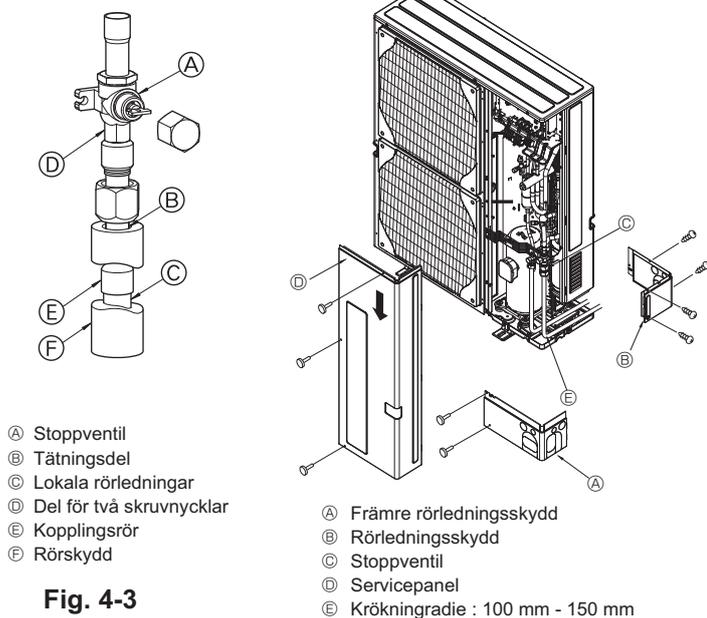
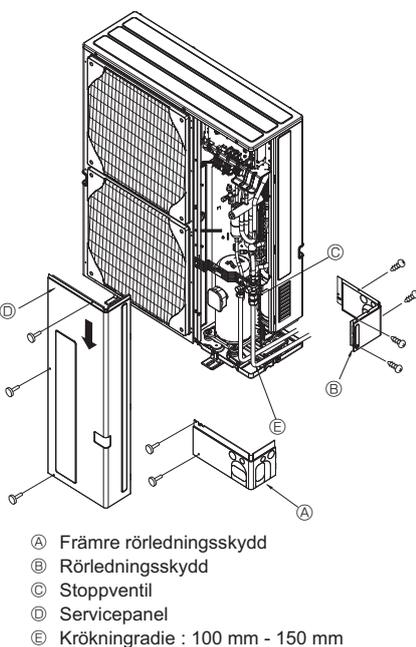

Fig. 4-3
Fig. 4-4
- Följ proceduren nedan när rör ansluts på gassidan. (Fig. 4-3) (SHW230)
- Hårdlöd kopplingsrör ③ på utomhusenheten med lokalt inhandlade material för hårdlödning och de lokala rören ④ utan syre.
- Anslut kopplingsrör ③ till stoppventilen på gassidan. Dra åt flänsmuttern med två skruvnycklar.
4.3. Kylmedelsrör (Fig. 4-4)